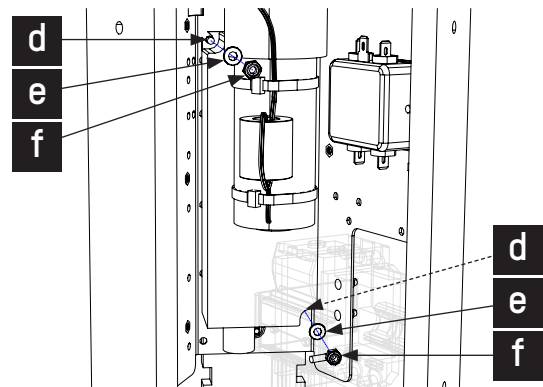

Fig. 45 - Byte av strömförsörjningsaggregatet (fästpunkter)
6. Ta bort nätaggregatet från stödplattan genom att skruva loss de två fästskruvarna (d) + låsmutterar (f) + planbrickor (e) (bild 45);